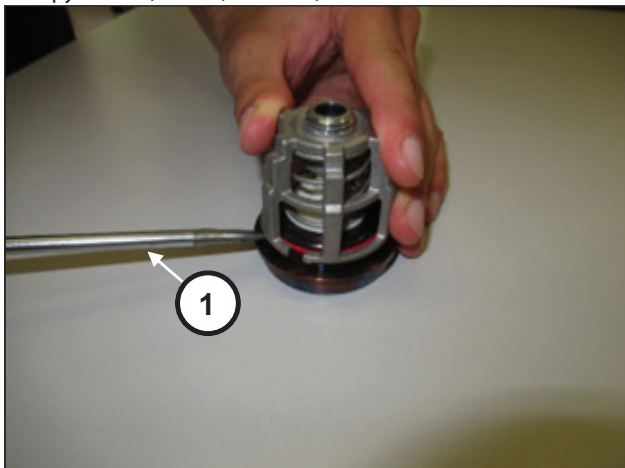

Рис. 110
Демонтируйте узлы всасывающих и нагнетательных клапанов, используя в качестве рычага простые инструменты (поз. ①, Рис. 110).